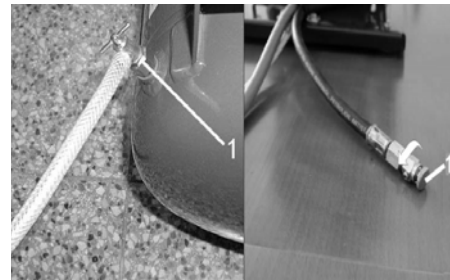
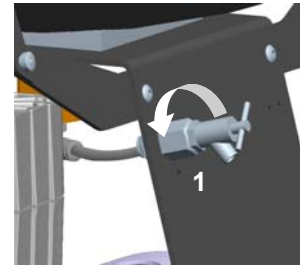

Bild.14
Bild.15 DK50 2V
Kompressoren ohne Lufttrockner (Bild.14, Bild.15)
Falls der Kompressor längere Zeit nicht genutzt wird, ist es empfehlenswert, das Kondensat aus dem Druckbehälter abzulassen und den Kompressor dann für 10 Minuten mit geöffnetem Kondensatablassventil (1) (Bild.14, Bild.15) in Betrieb nehmen. Danach den Kompressor mittels des Schalters (3) auf dem Druckschalter (2) (Bild.13) ausschalten, das Ventil für den Kondensatablass schließen und das Gerät vom Stromnetz trennen.
Das Gerät vom Stromnetz trennen. Druckluft aus dem Druckbehälter durch Öffnen des Kondensatablassventils (1) (Bild.14, Bild.15) ablassen. Das Gerät entsprechend der örtlich geltenden Vorschriften entsorgen. Die Entsorgung ist gegebenenfalls einer spezialisierten Firma zu übergeben. Alle Produktteile des Gerätes haben nach Ablauf ihrer Lebensdauer keinen negativen Einfluss auf die Umwelt.